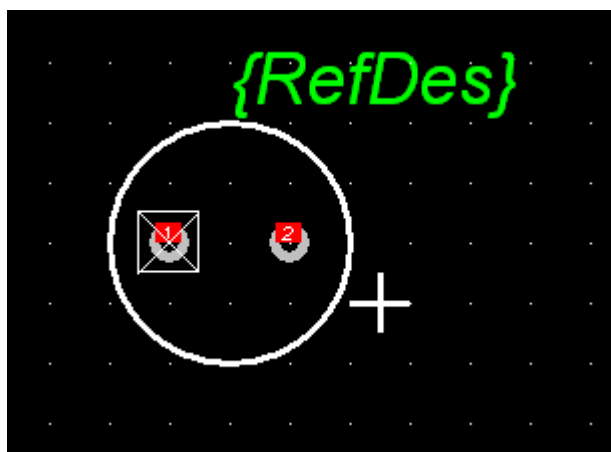

Рис. 16 Посадочное место электролитического конденсатора с номинальным напряжением до 25В (**Grid=1.25mm**)
- 5.6 Создайте посадочное место для керамического конденсатора с номинальным напряжением до 25В (рис. 16). Расстояние между выводами должно быть 5мм.